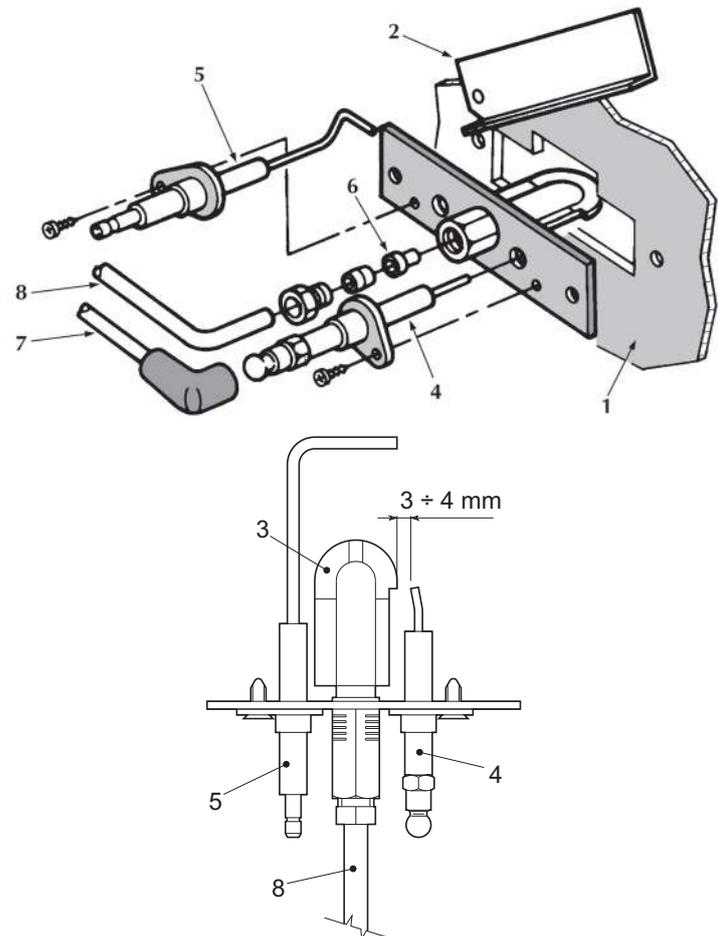

рис. 8 - Пилотная горелка
- Электроды не должны иметь накипи и быть правильно установленными (см. рис. 8).
| | Отсутствие искры между электродами | Проверьте правильность позиционирования электродов и отсутствие на них повреждений или отложений, проверьте также правильность искры (смотрите рис. 8) |